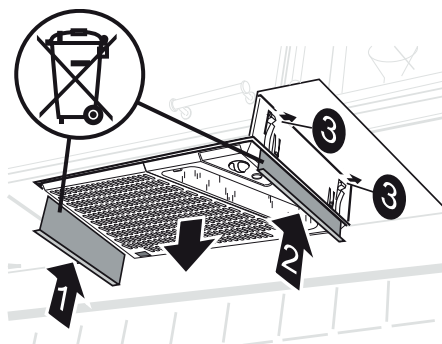

Fig. 6
Trykk demonteringsplatene (1 og 2) opp mellom kjøkkenheten og innbyggingsrammen, slik at fjærene (3) frigjøres. Trekk kjøkkenheten ned fra innbyggingsrammen, Fig. 6.